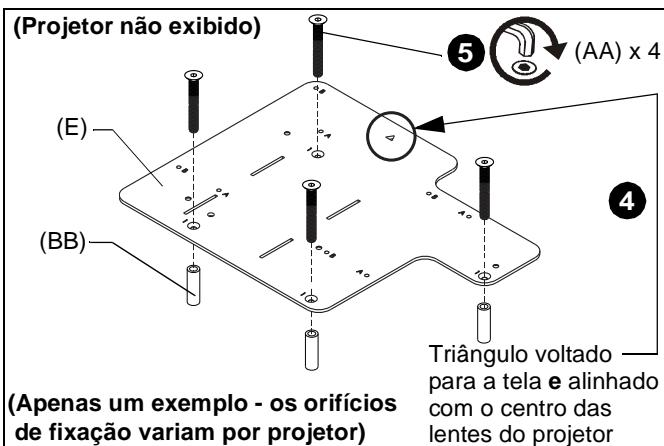
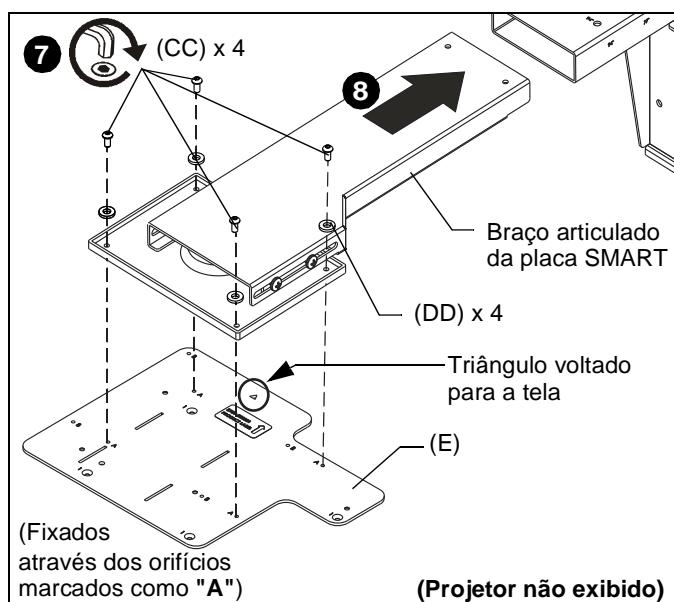

Figura 5
Figura 6
3. Coloque quatro espaçadores (BB) nos insertos rosqueados na parte inferior do projetor.
4. Coloque o suporte de interface (E) (com as marcações "A" e "B" visíveis) na parte inferior do projetor, alinhando os orifícios de montagem (marcados como "1") no suporte com os espaçadores e os pinos na parte inferior do projetor, garantindo que o triângulo nos pontos do suporte fiquem voltados para a tela e alinhado com o centro das lentes do projetor. (Ver Figura 5)
5. Coloque quatro parafusos (AA) de cabeça chata M4 x 35 mm nos orifícios de montagem marcados como "1", através dos espaçadores (BB) e adenstrando os pinos.
7. Utilizando quatro parafusos de cabeça abaulada (CC) e quatro arruelas M4 (DD), prenda o suporte de interface (a) com o projetor fixado à extremidade do Braço articulado da placa SMART através dos orifícios de montagem marcados como "A". (Ver Figura 6)
8. Seguindo as informações na Tabela 2, deslize o braço articulado da placa SMART no suporte da placa SMART no local correto para a extensão e altura do braço, de acordo com o modelo do projetor e da placa SMART. (Ver Figura 6)